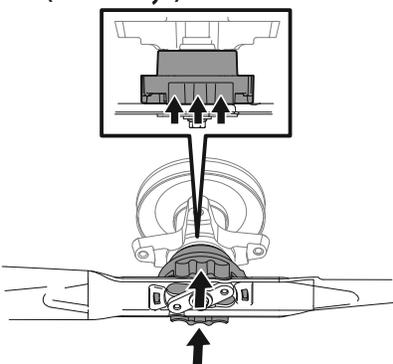

Figura 45
3. Empuje hacia arriba sobre el collarín de la cuchilla y sosténgalo. Consulte la Figura 45.
4. Empuje la cuchilla hacia arriba contra el adaptador de cuchilla hasta que el collarín se eleve. Consulte la Figura 45.